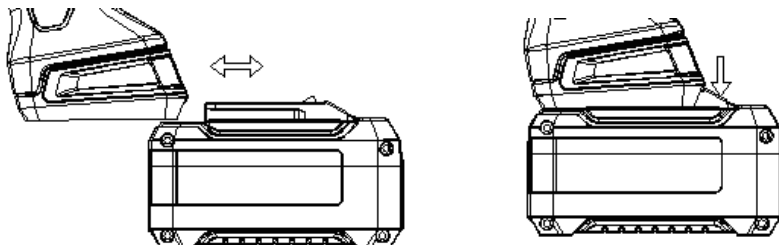

Abbildung 2
1. Akku einschieben oder entfernen (Abbildung 2)
1.2 möglichst frisch geladenen Akku einschieben oder Akku entfernen (Abbildung 2)